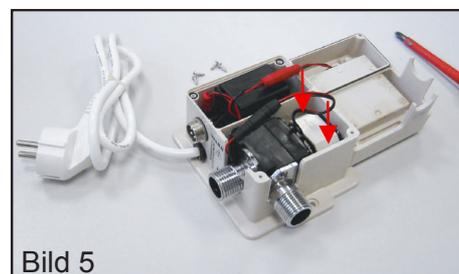

Bild 5
- 4) Lösen Sie die 2 Kreuzschlitzschrauben des Haltebügels (Bild 5) und die Steckverbindungen. Entfernen Sie anschließend das Magnetventil.